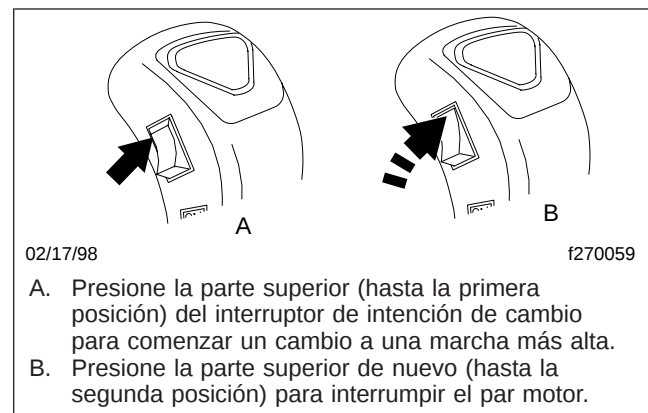
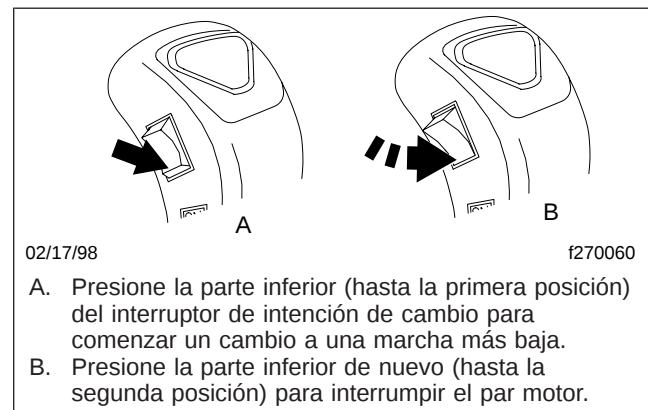

Figura 8.19, Cambio a marcha más alta con ESS mediante el interruptor de intención de cambio
Figura 8.20, Cambio a marcha más baja con ESS mediante el interruptor de intención de cambio
NOTA: Si el interruptor del sistema está apagado (OFF), use el interruptor de intención de cambio para escoger entre intervalos. Presione la parte superior del interruptor (**Figura 8.19**) para seleccionar el intervalo alto al cambiar a marchas más altas y la parte inferior del interruptor (**Figura 8.20**) para seleccionar el intervalo bajo al cambiar a marchas más bajas.
- 1.3 Presione de nuevo la parte superior del interruptor de intención de cambio, lo bastante como para mover el interruptor a la segunda posición dentro del cuerpo de la manija de cambio. Luego suelte el interruptor. Vea la Figura 8.19. Esto interrumpirá el par motor.
- 1.3 Presione de nuevo la parte inferior del interruptor de intención de cambio, lo bastante como para mover el interruptor a la segunda posición dentro del cuerpo de la manija de cambio. Luego suelte el interruptor. Vea la Figura 8.20. Esto interrumpirá el par motor.